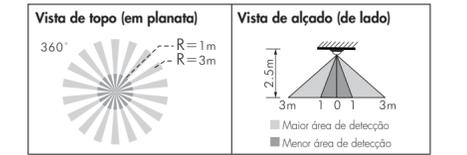

FIG.2
3.1.1 O detector electra e10 tem muitas aplicações em comércio, salas de reuniões, hotéis, WC s, etc. A altura ótima de instalação sugerida são 2,5m, o que proporciona uma área de deteção circular de 6m de diâmetro (ver FIG.2).